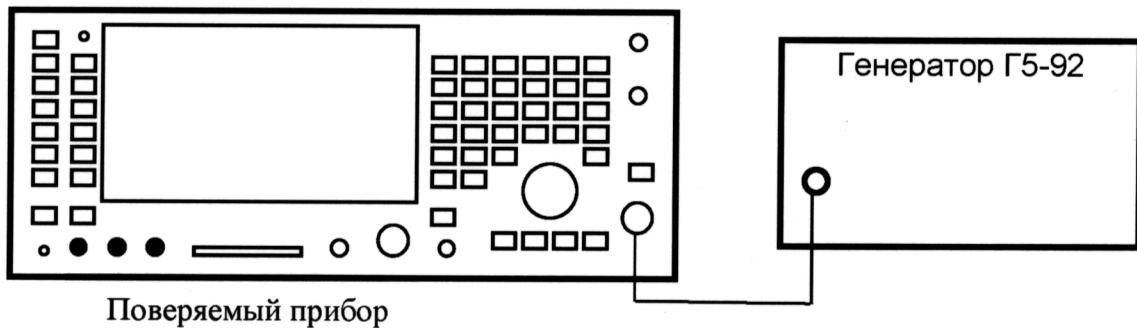

Рис. 4. Определение интервала времени.
7.3.7.7. Заменить Г5-92 в схеме рис. 4 на прибор для поверки вольтметров В1-18 и подать с него сначала на канал 1, затем на канал 2 постоянное напряжение ( $5 \pm 0,00015$ ) В, затем проделать то же самое для отрицательного напряжения.